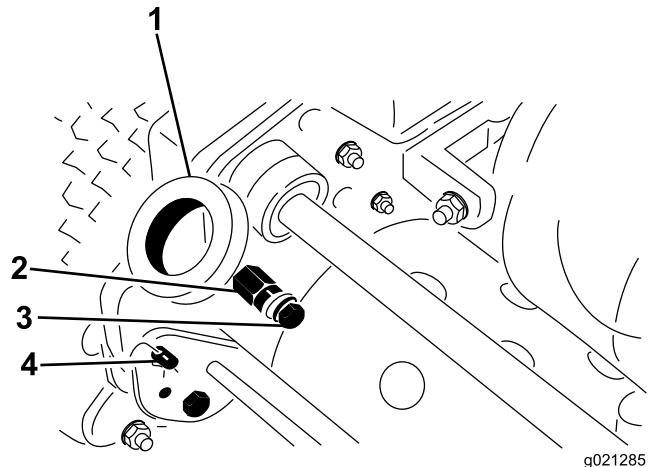

図 2
1. ハンドルアームの下部を機体両側に固定しているボルト、ロックナット、ワッシャを取り外す図 2。
2. ハンドルアームをフレーム後部に固定しているヘアピンコッターとリングピンを取り外す図 2。
- ハンドルの各端をハンドルアームの穴に差し込み、取り付けピンとハンドルの穴を整列させる図 2。
- 機体左右のリングピンからヘアピンコッターを抜き取る図 2。
- ハンドルを支えながら、左右のリングピンを抜き、ハンドルを希望の高さにセットする図 2。